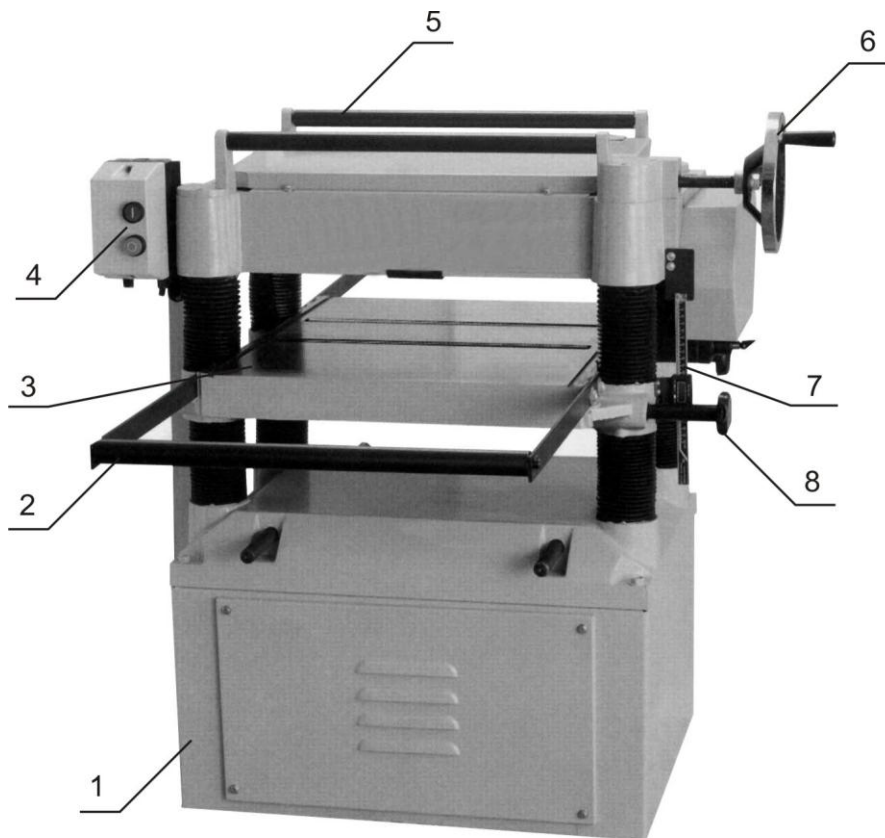

Рис. 1
Станок состоит из следующих основных элементов (смотри Рис. 1):
Регулировка по толщине обрабатываемой заготовки осуществляется путем поднятия и опускания рабочего стола (3) (смотри Рис. 1) , который оборудован двумя (передний и задний) удлинителями (2). Поднятие и опускание осуществляется при помощи рукоятки (6). Необходимый размер выставляется по размерной шкалы (7). Перед началом работы стол должен быть зафиксирован при помощи фиксатора (8).